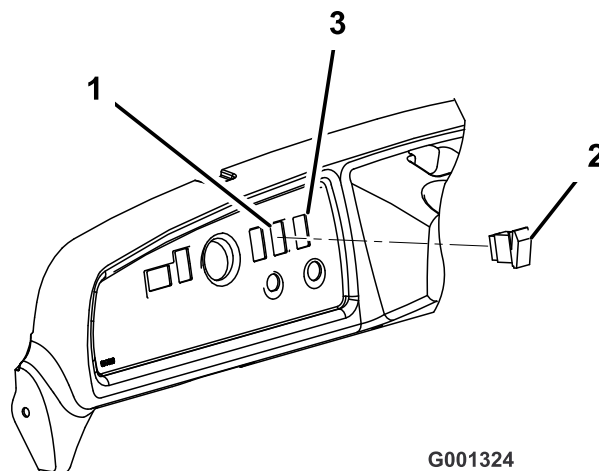

図 9
9. ダッシュボードのアクセサリ用コネクタにスイッチをはめ込む。スイッチをダッシュボードにはめこむ (図 9)。
- ダッシュボードの右側についている打ち抜きプラグを打ち抜いて外す (図 9)。
- ダッシュボードのハーネス用コネクタにスイッチをはめ込む。スイッチをダッシュボードにはめこむ (図 9)。